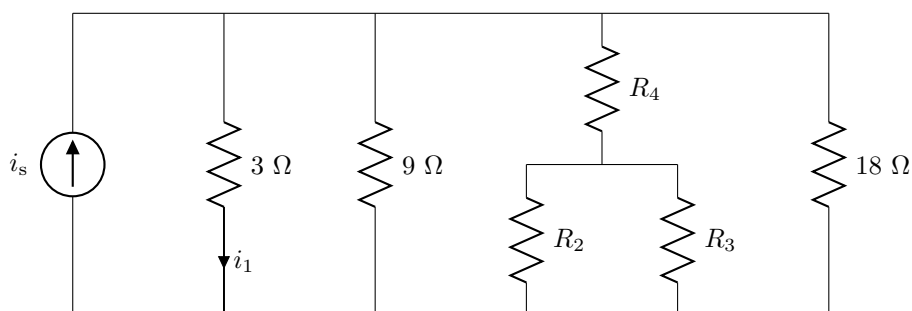

Figura 2.8: Circuito del problema 8.
8. En el circuito de la figura 2.8 halla la corriente  $i_s$  si  $R_4 = 2 \Omega$  y  $R_2 = R_3 = 8 \Omega$ .